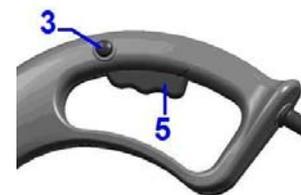

Fig.7
4.5- Mise en Marche et Arrêt (Fig.7)